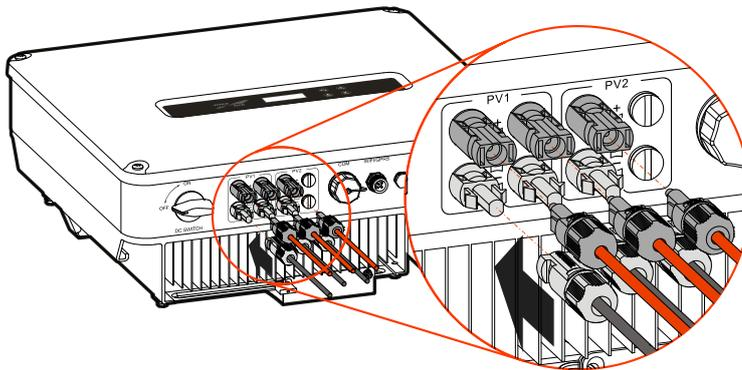

Figura 3-21 Conecte o conector de PV
- Etapa 6 Insira o conector positivo e o negativo nos terminais PV + e PV - (conforme mostrado na Figura 3-21) e aperte-os. Se houver um som de clique, significa que o conector foi inserido corretamente.